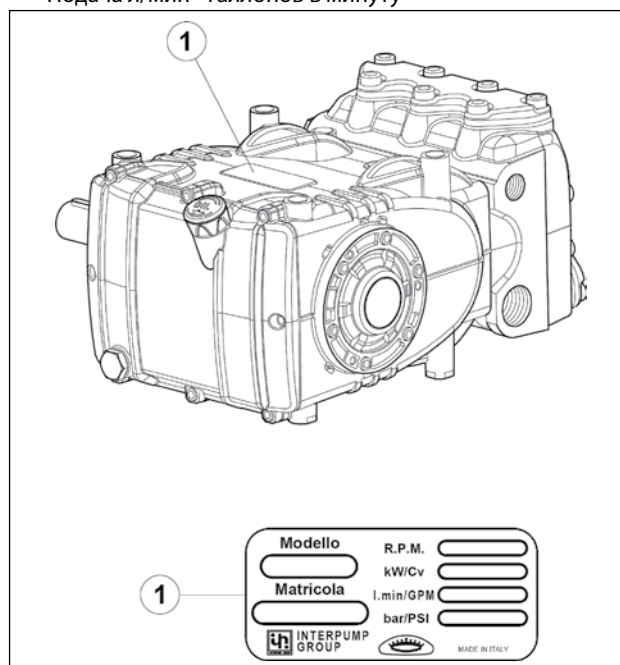

Рис. 1
На каждом насосе есть паспортная табличка, см. поз. ① на Рис. 1, на которой указано: